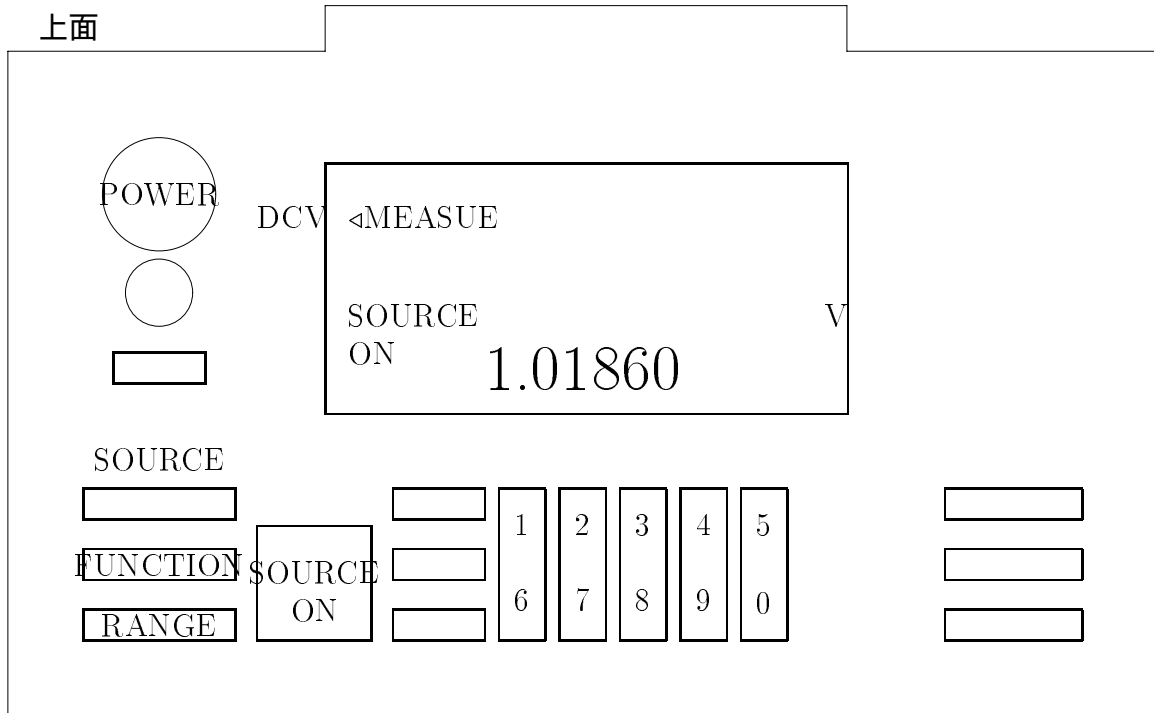

図 A.1: コンパクトカル
2. 上面の POWER スイッチ (図 A.1 参照) を押す。
3. 液晶の表示部 (図 A.1 参照) に "MEASURE"、"SOURCE"、"OFF"、"0.000"、"mv" が表示されるのを待つ。
4. "SOURCE" の "RANGE" ボタン (図 A.1 参照) を押し、液晶の表示部の "mv" と "0.000" を "v" と "0.00000" に変える。
5. 図 A.1 の "1" から "0" までのキーを使用して液晶表示部の "0.00000" を "1.01860" の表示に変える。
6. "SOURCE ON" キー (図 A.1 参照) を押し、液晶表示部の "OFF" を "ON" に変える。以上の操作により、電位差計へ標準電圧の接続は終了する。